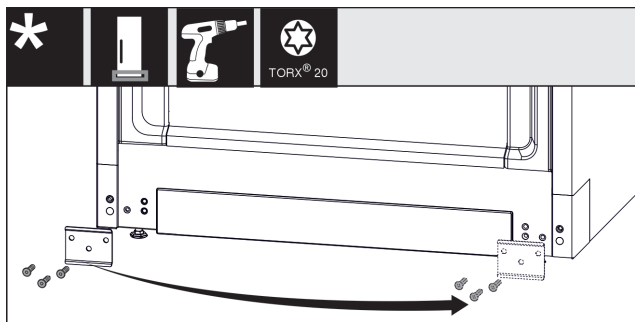

Fig. 10
- ▶ Odkręcić blaszkę, przetrześć na drugą stronę i ponownie przykręcić. Fig. 10 (1)
- ▶ Osłonę założyć ponownie z drugiej strony. (1)